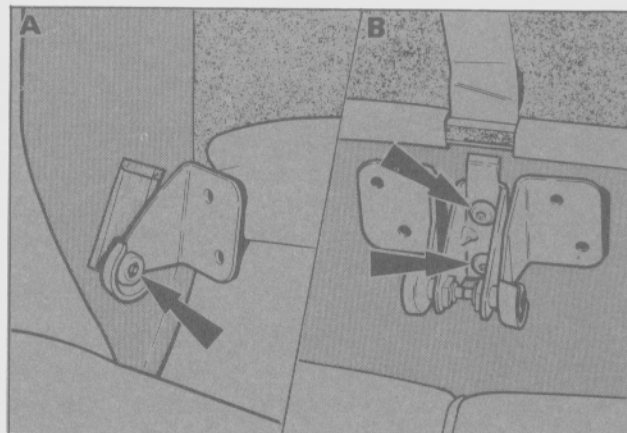

Fig. 25 - Tornillos de sujeción de bisagras.
- Extraer los tornillos (uno de cada lado) que retienen las bisagras laterales a los pasaruedas y retirar las mismas (Fig. 25).
- Retirar los dos tornillos que retienen la bisagra central al panel del piso (Fig. 25).
- Alinear la bisagra central y ajustar los tornillos de sujeción de la misma al piso (Fig. 25).
- Ubicar las bisagras laterales, posicionarlas, instalar los tornillos de sujeción de las mismas al pasarue-das y ajustarlas convenientemente (Fig. 25).